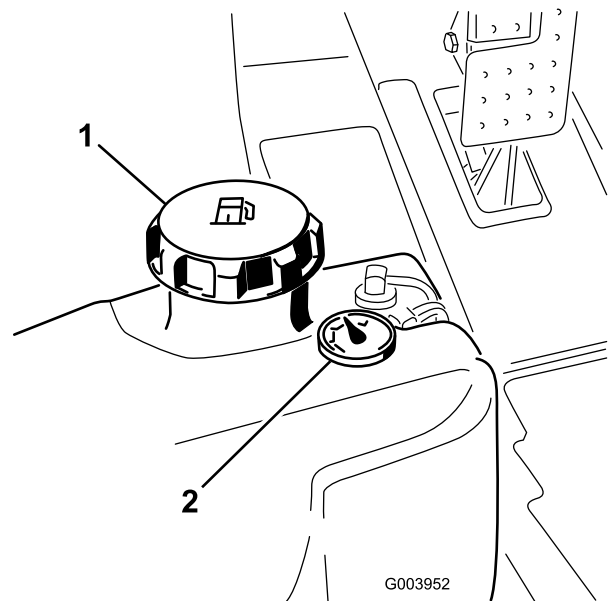

Bild 19
3. Schrauben Sie den Tankdeckel ab (Bild 19).